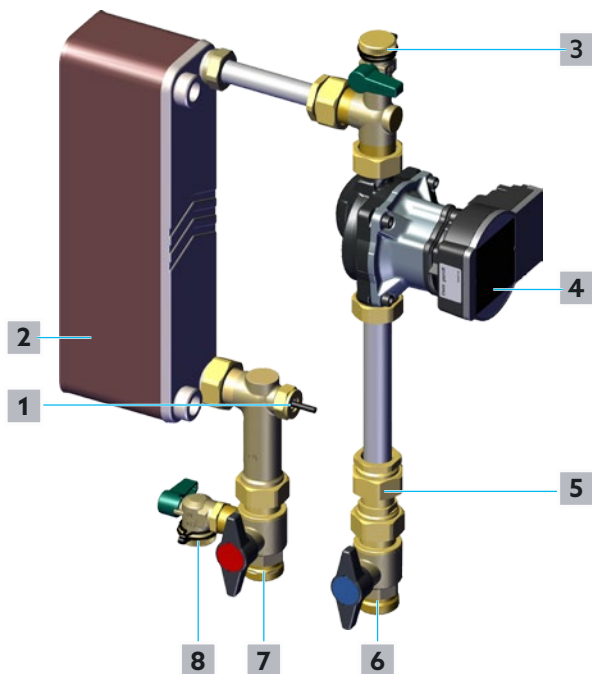

Fig. 18: Llenado y purgado del circuito del acumulador
- 1 Abra la válvula de bola de corte de la alimentación del circuito del acumulador lentamente (véase posición **7** en Fig. 18 en la página 25 y posición **2** en Fig. 2 en la página 12).
- 2 Desenrosque el tapón de la válvula de bola de llenado y vaciado del retorno del circuito del acumulador (véase posición **3** en Fig. 18 en la página 25 y posición **9** en Fig. 2 en la página 12).
- 7 Abra lentamente la válvula de bola de corte del circuito de retorno del acumulador (véase posición **6** en Fig. 18 en la página 25 y posición **9** en Fig. 2 en la página 12).